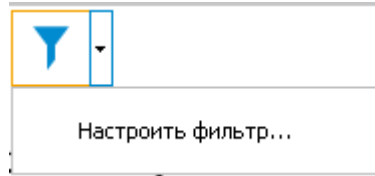

Рис. 131
2. Выберите команду **Настроить фильтр** (Рис. 131).